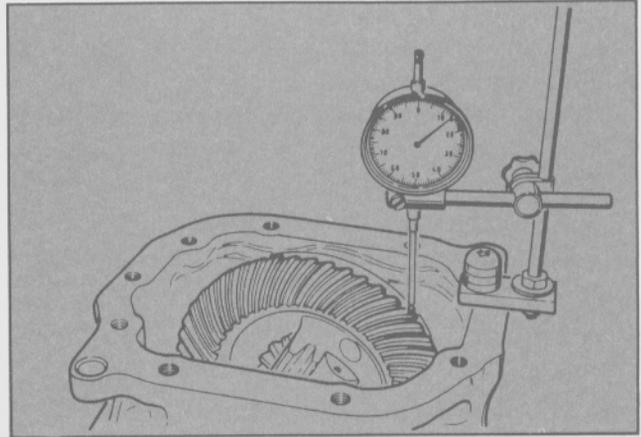

Fig. 54 - Ajuste del palpador del comparador en el ángulo recto de uno de los dientes de la corona.
- Acoplar el micrómetro comparador (herramienta especial T61A-4201-BAS a la carcasa del diferencial de tal manera que el palpador quede perpendicular, descansando sobre el ángulo recto de uno de los dientes de la corona (Fig. 54).